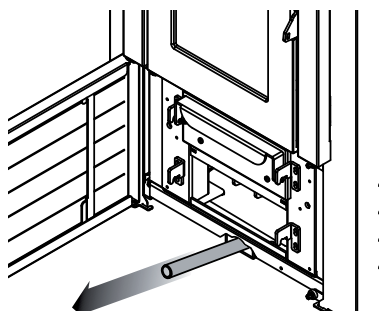

Fig.12.6
- Estrarre dal suo alloggiamento, la leva per la movimentazione dei turbolatori per l'asportazione della fuliggine (Fig.12.6).